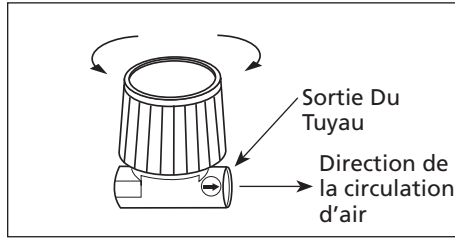

Figure 5
- REMARQUE:** S'assurer que l'indicateur de circulation d'air sur le corps du régulateur est dirigé à l'écart du compresseur (Voir Figure 5).